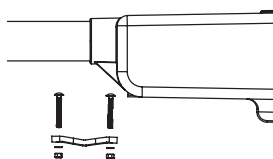

Figura 5
8. Para el montaje de la ranura en T, asegúrese de que quede un **perno de la ranura en T** a cada lado del travesaño. Con el **pie de la ranura en T** no roscado, colóquelo debajo del travesaño e inserte ambos **pernos de la ranura en T** en los orificios correspondientes del pie. Use la **llave de 13 mm (1/2 pulg.)** para atornillar las **tuercas de la ranura en T** y asegurar la unidad al travesaño, como se muestra en la **Figura 5**